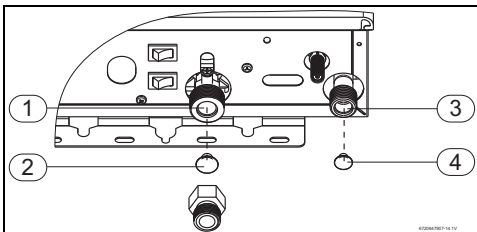

Fig. 12 Substituição dos filtros
- ▶ Retirar o filtro de água (→ Fig. 12, [4]);